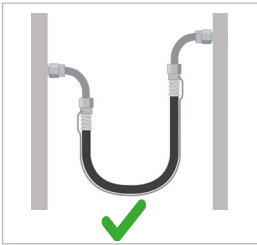
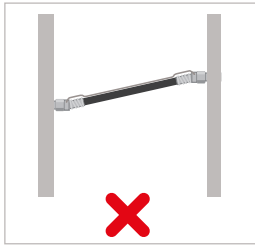

Abbildung 12
Abbildung 13
- ▶ Lassen Sie genügend Spiel bei der Montage des Schlauchs, da er sich bei Druckbeaufschlagung um bis zu 4% verkürzen kann (Abbildung 12 und Abbildung 13).